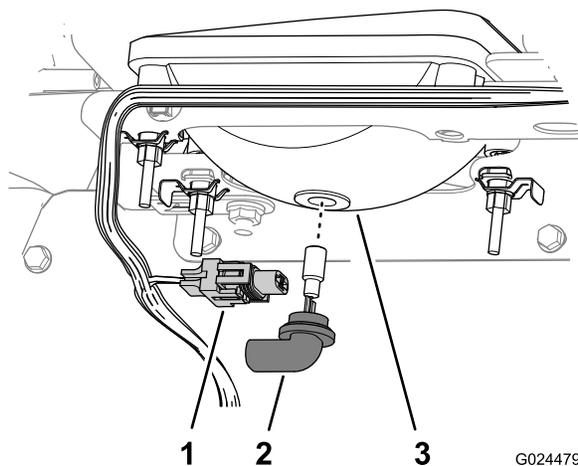

Figura 50
3. Scollegate il connettore elettrico del cablaggio dal connettore del gruppo luci sul retro del vano del faro (Figura 50).
4. Ruotate il gruppo luci di 1/4 giro in senso antiorario spostandolo indietro, fuori dalla sede del vano del faro (Figura 50).
5. Inserite il nuovo gruppo luci e il vano del faro e allineate le linguette nel gruppo luci alle fessure nel vano del faro (Figura 50).
6. Fissate il gruppo luci ruotandolo di 1/4 di giro in senso orario (Figura 50).
7. Collegate il connettore elettrico del cablaggio al connettore del nuovo gruppo luci (Figura 50).